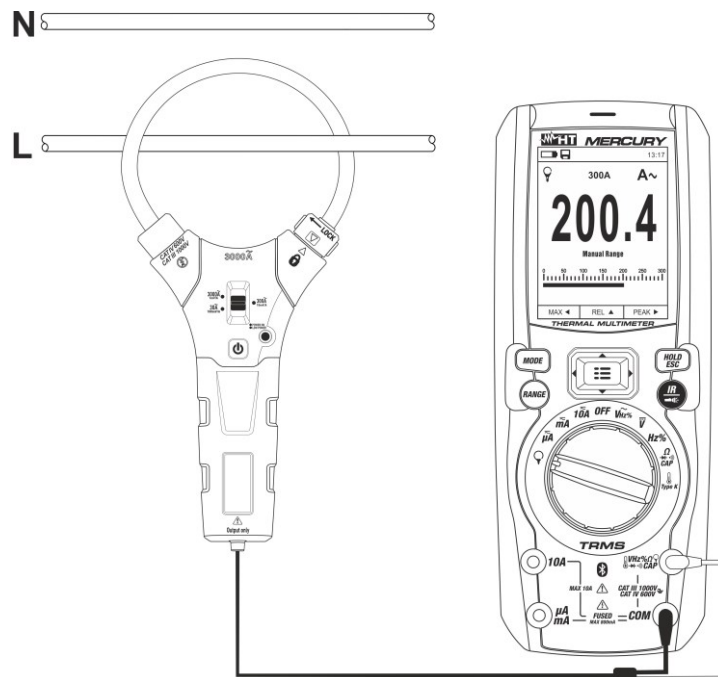

Abb. 30: Verwendung des Geräts für AC/DC Strommessung mit Strommesszange
5. Verbinden Sie die rote Anschlussleitung der Zange mit der Eingangsbuchse **VHz% CAP Ω →** und die schwarze Anschlussleitung mit der Eingangsbuchse **COM** (siehe Abb. 30). Der Stromwert erscheint auf dem Display. Für Standard-Strommesszangen (siehe § 7.3.2) mit Hypertac Verbinder verwenden Sie den optionalen Adapter NOCANBA. Für Informationen über die Verwendung der Strommesszangen beziehen Sie sich bitte auf die entsprechende Bedienungsanleitung